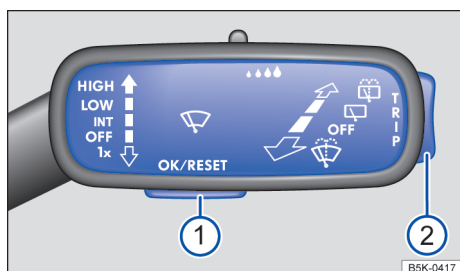

Fig. 24 À direita na coluna de direção: botões na alavanca dos limpadores do para-brisa (representação esquemática).
Enquanto uma mensagem de advertência de prioridade 1 → Página 18 estiver sendo exibida, não será possível acessar os menus. Algumas mensagens de advertência podem ser confirmadas e ocultadas com o botão → **Fig. 24** **1**.
- Se for exibida uma mensagem ou o pictograma de veículo, pressionar o botão → **Fig. 24** **1**, caso necessário, pressionar várias vezes.